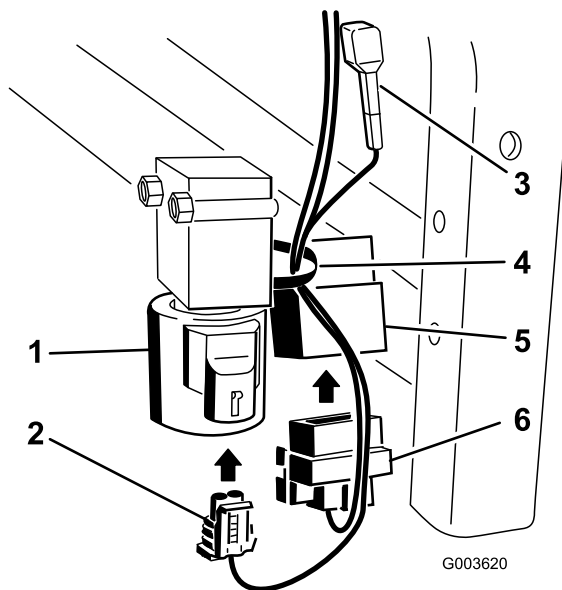

Figura 35
8. Instale o conector quadrado no relé instalado junto da válvula (Figura 35).
9. Instale o conector pequeno na válvula (Figura 35).